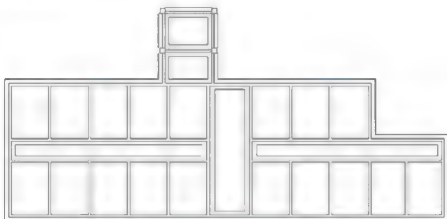

图 5.5 修整大放脚
(2) 用【圆角】命令修改偏移得到的第二组相邻直线, 选择【修剪】模式, 圆角半径为“0”, 修改的结果如图 5.5 所示。